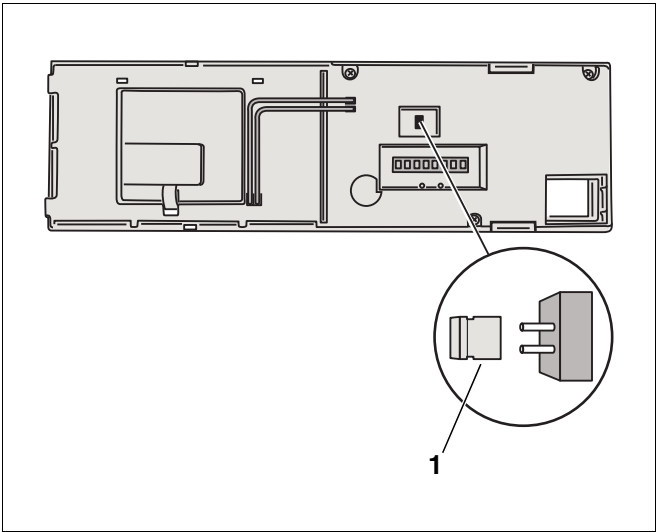

Fig. 15 Parte posteriore del dispositivo di controllo base BC10
- Estrarre eventualmente il jumper (→ fig. 15, [1]) se è necessario limitare la potenza della caldaia.